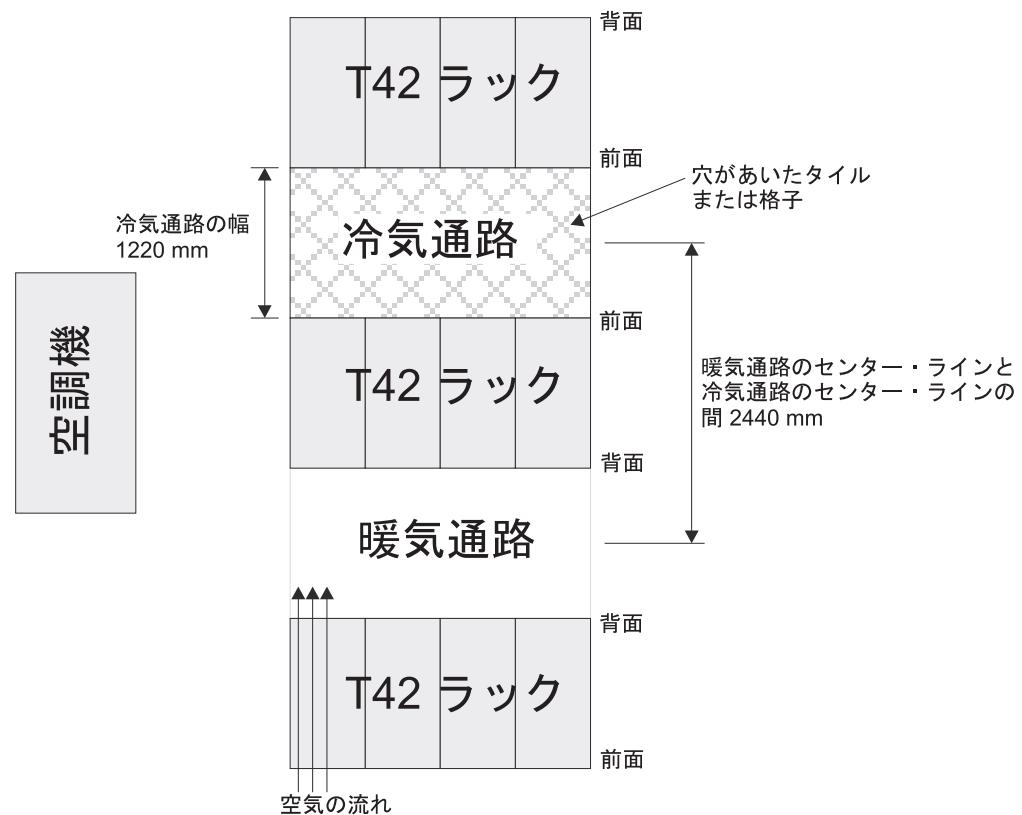

図 11. 冷気通路/暖気通路ラック構成の例
- 空気はラックの前面から入り、背面から出るようにすること。ラックから出る空気が、別の装置の取り入れ口に入らないようにするために、ラックを、背面と背面、あるいは前面と前面を合わせるようにして交互の列に配置する必要があります。この配置方法は「冷気通路/暖気通路」と呼ばれ、29 ページの図 11 にその図を示しました。